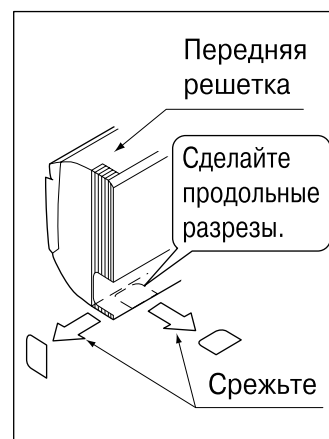

Рис. 4
- Если используются стантовые винты для установочной панели (2), прикрепите панель при помощи не менее 4 винтов с каждой стороны (всего 8 винтов (типа 15-32), 9 винтов (типа 40-63)) на рекомендуемую подкладку установки на прилагаемом бумажном шаблоне для монтажа(3).
(3) Если для трубопровода используется положение слева, снизу слева, справа или сверху справа, проделайте сквозное отверстие для трубопровода в передней решетке. (См. рис. 4)